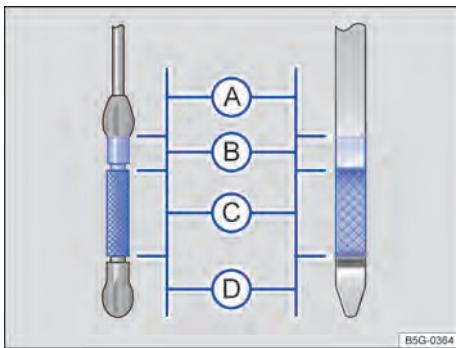

Fig. 174 Vareta de medição do óleo com marcas de nível do óleo do motor (variantes).
7. Retirar novamente a vareta de medição do óleo e ler o nível do óleo do motor na vareta de medição → Fig. 174 da seguinte maneira:
12. Verificar novamente o nível do óleo do motor na vareta de medição do óleo antes de reabastecer com mais uma pequena quantidade de óleo do motor. Nunca reabastecer com óleo do motor em excesso ⇒ ①.
13. Ao final do processo de reabastecimento, o nível do óleo do motor deve se situar no mínimo no meio da área ⇒ Fig. 174 ② Ele não deve ficar acima de ③, na área ④ e jamais deve ficar na área ⑤ ⇒ ⑥.
- Não ligar o motor se o nível do óleo do motor estiver na área ⇒ Fig. 174 ⑦. Procurar auxílio técnico especializado. Caso contrário, o catalisador e o motor podem ser danificados!
O nível do óleo do motor não deve, em nenhuma hipótese, se situar na área ⇒ Fig. 174 ⑧. Caso contrário, o óleo pode ser aspirado pelo dispositivo de ventilação do cárter e chegar à atmosfera por meio do sistema de escape.
Em caso de alta demanda do motor, o nível do óleo do motor deve estar na área superior permitida ⇒ Fig. 174 ⑨ como, por exemplo, em longas conduções por estradas durante o verão ou durante travessias de montanhas.